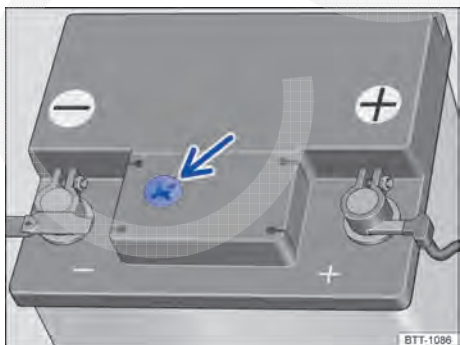

Fig. 232 Representação esquemática: visor no lado superior da bateria do veículo 12 V.
- Providenciar iluminação suficiente para poder identificar o indicador colorido no visor redondo no lado superior da bateria do veículo → Fig. 232 (seta). Jamais utilizar chamas expostas ou objetos incandescentes como iluminação.